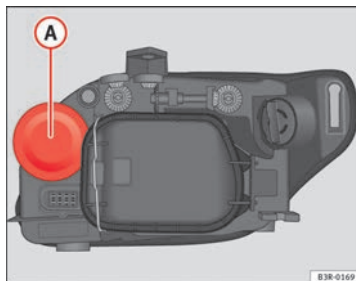

Fig. 209 Luz de carretera
- Retire la tapa de goma (A) ⇒ fig. 209 tirando de ella.